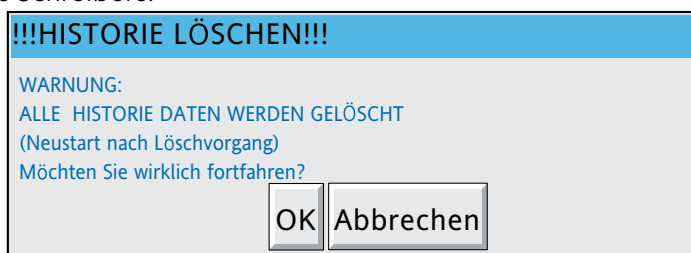

Abbildung B8.2 Bestätigungs Dialogbox
2. Betätigen Sie die Taste „OK“ in der Dialogbox (Abbildung B8.2). Damit starten Sie das Löschen aller Historie Dateien des Schreibers.